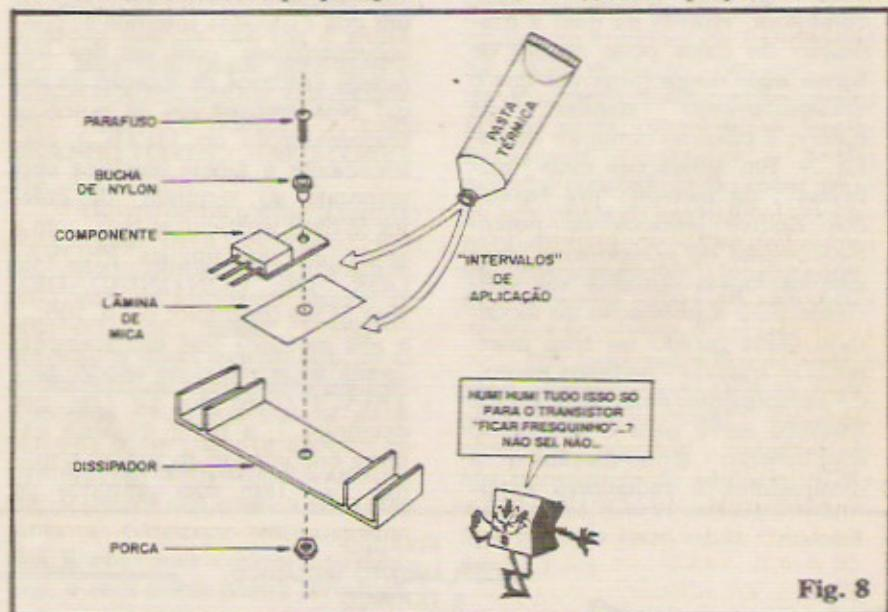

Fig. 8
- FIG. 8 - A perfeita "permeabilidade" térmica entre as partes que formam o conjunto de dissipação é o segredo da boa irradiação do calor... Entretanto, como ao mesmo tempo temos o explicado problema da isolação entre a lapela metálica do componente e o dissipador (ou entre este e o restante do circuito/installação...), exigem-se certos cuidados no acoplamento mecânico e térmico do componente/dissipador... Um conjunto padronizado de partes é visto "explodido" na figura, devendo ser especialmente observados a BUCHA DE NYLON (que isola eletricamente o próprio para-